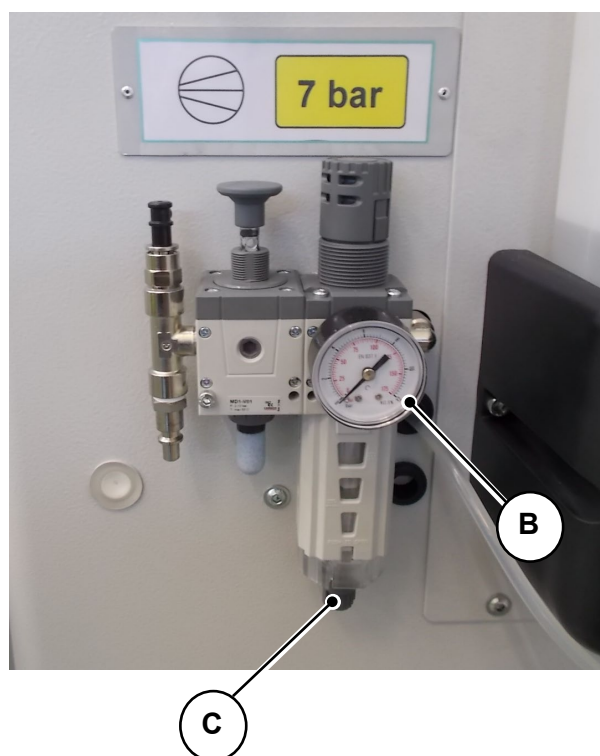

Fig. 09-02
- Controlar en el manómetro “B” (**Fig. 09-02**) el nivel de la presión de entrada del aire.
Sin desconectar el tubo de alimentación del aire, presionar el mando “C” (**Fig. 09-02**) verificando que esté abierta la brida correspondiente. De todos modos, la descarga de la condensación se produce automáticamente (con la brida abierta) cada vez que se desconecta el tubo de alimentación del aire.